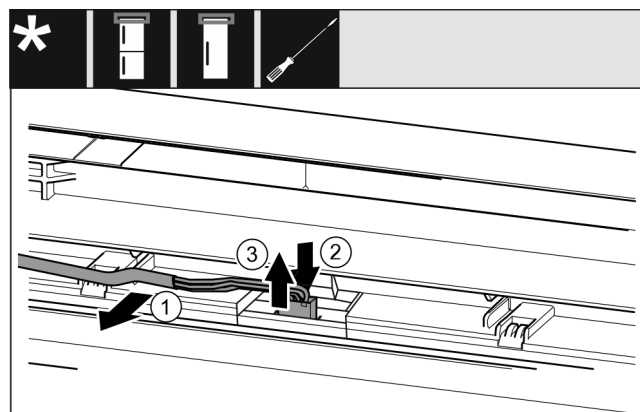

Fig. 11 Kühl-/Gefrierkombinationen / Gefriergeräte / Kühlgeräte
- Kabel Fig. 11 (1) vorsichtig aus der Führung in der Tür lösen.
- Lasche Fig. 11 (2) hinter dem Stecker nach hinten drücken.
- Stecker Fig. 11 (3) vorsichtig nach oben herausziehen.